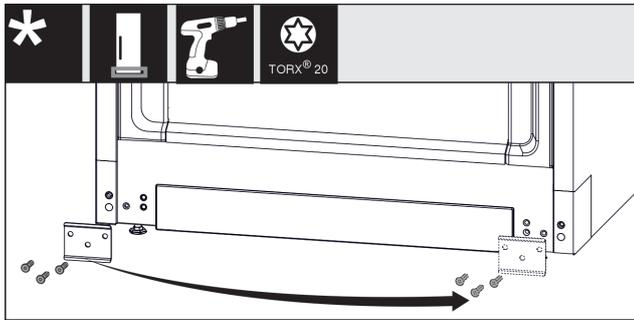

Fig. 15
- ▶ 拧下金属板，将其移到另一侧，然后重新拧紧。 Fig. 15 (1)